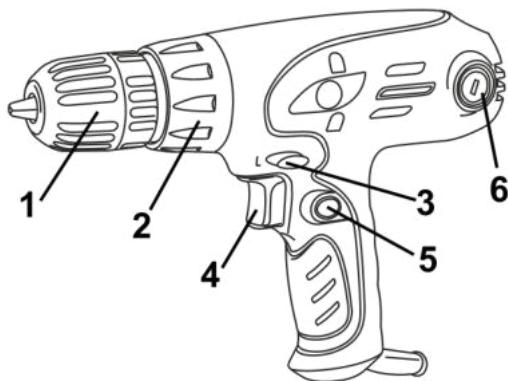

Рисунок 1
4.1 Встановіть необхідний крутний момент за допомогою кільця регулятора моменту затягування (2) (див. рисунок 1).
4.3 Для увімкнення в роботу натисніть на клавішу увімкнення (4) (рисунок 1). Для відключення в роботу слід курок відпустити. Регулювання швидкості обертання патрона здійснюється ступенем натискання на клавішу вимикача.